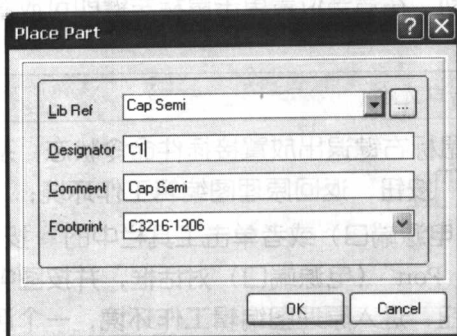

图 1-4 “Place Part”（放置元件）对话框
- (5) 单击菜单命令“Place-Part”（放置－元件）或者单击工具栏中的  按钮，打开如图 1-4 所示的“Place Part”（放置元件）对话框，并按图中所示设置各选项参数；
- (11) 放置了第一个电感后，系统又将自动弹出一个处于浮动状态的电感，并随着光标一起移动，在工作区内单击鼠标左键即可添加第二个电感；按照同样方法添加第三个电感元件，然后单击鼠标右键退出放置电感命令状态，系统将自动弹出如图 1-4 所示的放置元件对话框；